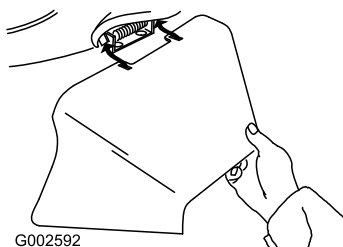

Figura 32
3. Montate il condotto di scarico laterale e chiudete lo sportello sul condotto (Figura 32).